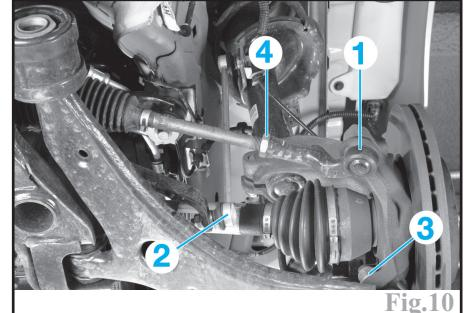

Fig.10
- les écrous de biellette (1) de direction sur le pivot et la désaccoupler (Fig.10).
- les écrous inférieurs de barre stabilisatrice (2) et la désaccoupler.
- les écrous de bras inférieurs de suspension sur le pivot (3) et les désaccoupler (maintenir la rotule à l'aide d'une clé 6 pans mâle de 5 mm).
Desserrer le contre-écrou (4) et l'écrou de fixation (1) de la biellette de direction (Fig.10).